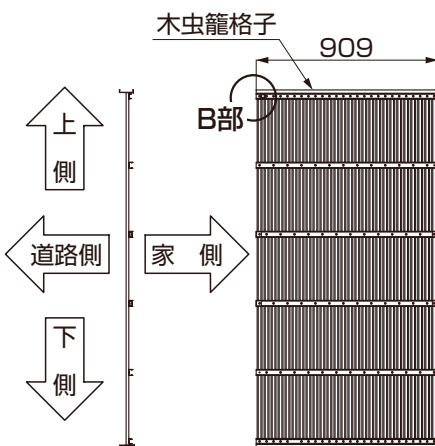
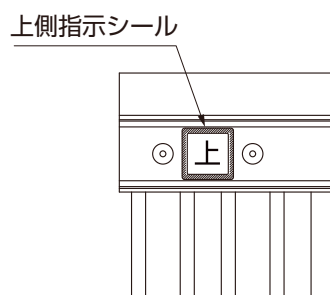

図5-8
図5-9 B部詳細図
- 家側から見て左上に上側指示シールがくるように組付けます。(図5-8、図5-9参照)